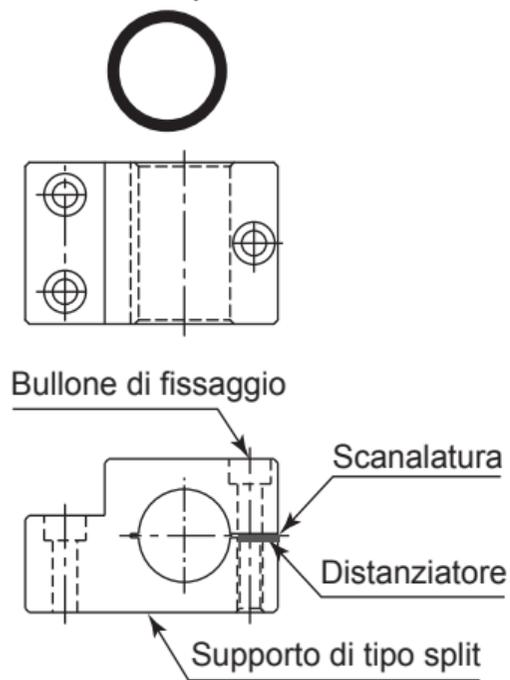

Fig. 36
- ② Quando si installa un mandrino motore sul supporto, il metodo di installazione consigliato è illustrato nella fig. 36. Fare riferimento a "③ Come realizzare il supporto di tipo split". Se tale metodo non è possibile, installare come mostrato in fig. 37 utilizzando la funzione Controller X10mA per evitare di schiacciare il mandrino motore.